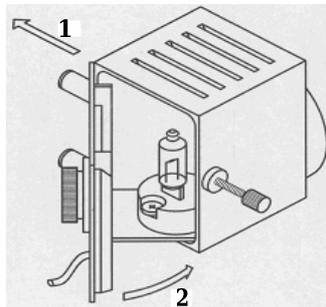

Abbildung 6-6 Schliessen des Lampengehäuses
5. Schieben Sie die hintere Abdeckung in Richtung des Pfeils 1 auf, wie Abbildung 6-6
zeigt. Dann schließen Sie das Lampengehäuse in Richtung des Pfeils 2, wie ebenfalls in Abbildung 6-6 dargestellt ist.